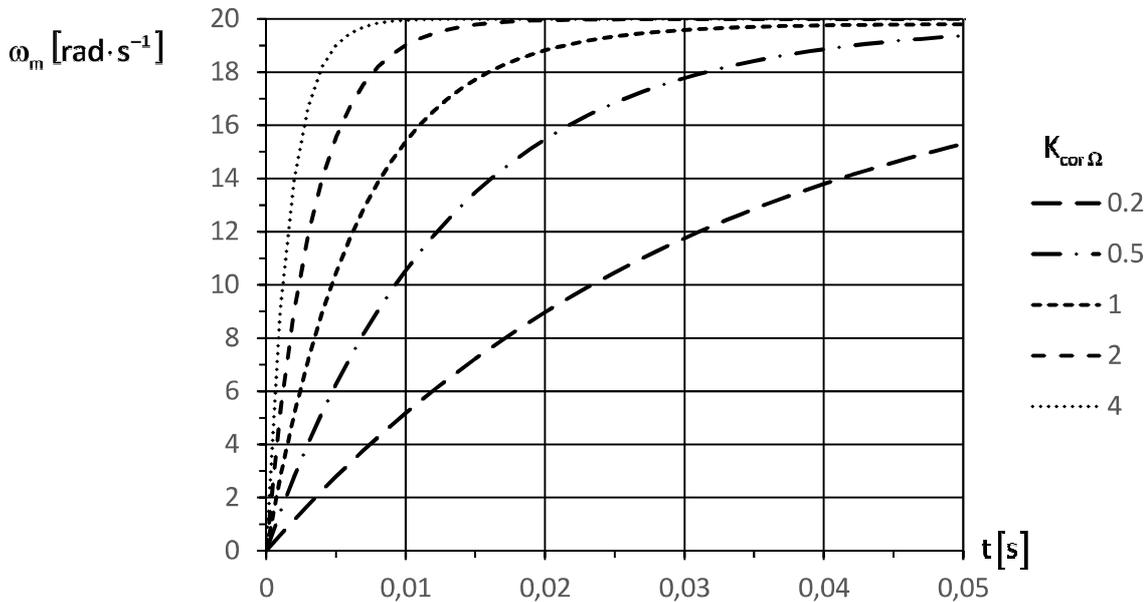

Figure R3 : réponse de la boucle tachymétrique à un échelon de vitesse de 20 rad/s en fonction du gain  $K_{\text{cor},\Omega}$  du correcteur  $C_{\Omega}(p)$
**Question 20** En justifiant la réponse notamment à l'aide de tracés sur la figure R3 du document-réponses, indiquer quelle(s) valeur(s) du gain  $K_{\text{cor},\Omega}$  proposée(s) sur la figure R3 permet(tent) de vérifier le cahier des charges de la boucle tachymétrique.